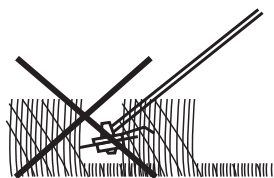
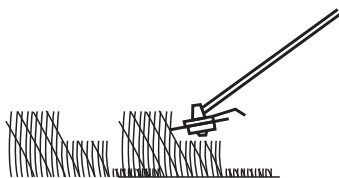

Fig. 27
Fig. 28
- > N'essayez pas de couper les herbes hautes d'un seul coup: procédez toujours par étapes (Fig. 27). Une coupe par étapes donne de meilleurs résultats (Fig. 28).